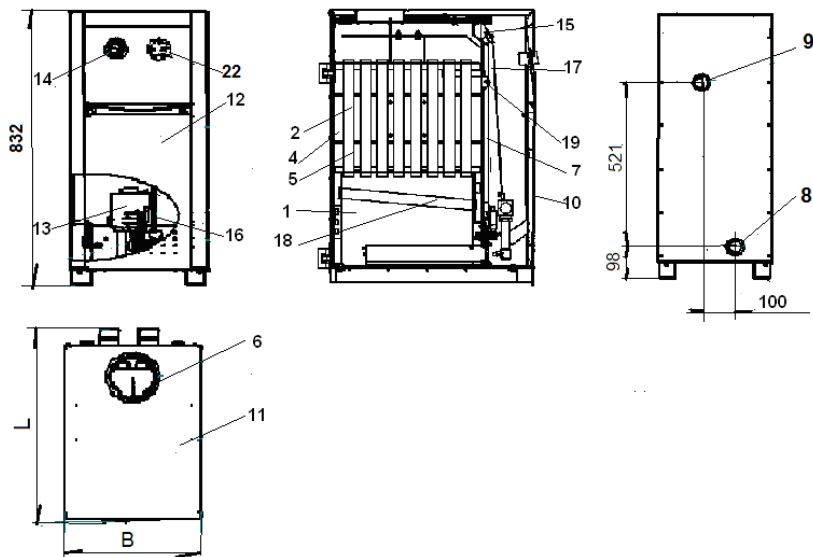

Рис.1 Котлы КС-Г -12S-N/16S-N/20S-N/24S-N
5.2.2 Котлы КС-Г ... N(рис.1, 2) состоят из прямоугольной топки **1** с дымогарными трубами **2**. Вокруг топки имеется водяная рубашка **4**. Дымогарные трубы **2**, выходящие из топки, проходят через водяную полость котла к дымоходу **6**. В дымогарных трубах **2** расположены турбулизаторы **5** для дополнительного отбора тепла и увеличения КПД.
Остальное см. рис.1.
На фронтальной щитке УГ имеется смотровое отверстие, закрываемое заслонкой, через которое осуществляется наблюдение за процессом горения. Автоматика безопасности: датчик тяги 15 рис.1 (на дымоходе котла) и термопара 4 предназначены для прекращения подачи газа к основной и к пилотной (запальной) горелке 2 при отсутствии тяги в дымоходе, при прекращении подачи газа или погасании пилотной (запальной) горелки.